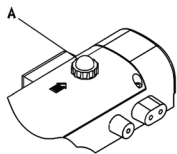

图5 (Fig.5)
（1）润滑油的注入（图5&6）
1. Filling lubricant oil: (Fig.5&6)